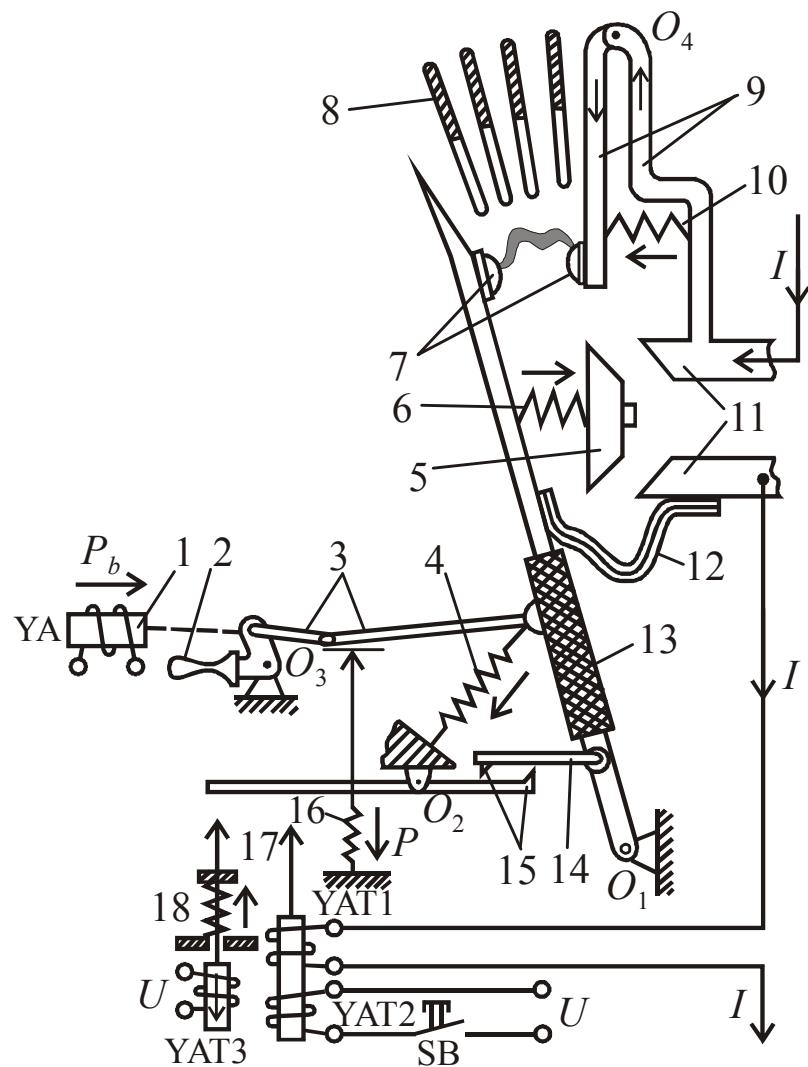
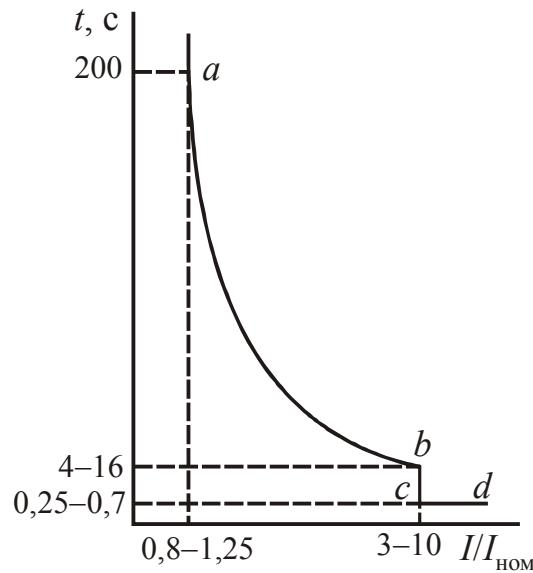
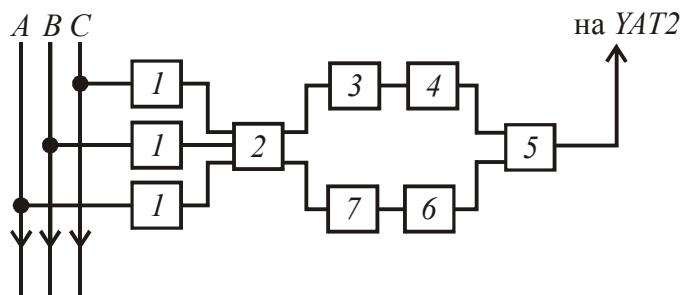

Рис. 1.1. Принципиальная схема автоматического выключателя:
Рис. 1.2. Пример защитной характеристики автоматического выключателя
Рис. 1.3. Структурная схема полупроводникового расцепителя
Принципиальная схема автоматического выключателя приведена на рис. 1.1.
На рис. 1.1 выключатель показан в отключенном положении. Для его включения врачают рукоятку 2 или подают напряжение на *электромагнитный привод 1 (YA)*. Возникающее усилие перемещает рычаги 3 вправо, при этом поворачивается несущая деталь 13, замыкаются сначала дугогасительные контакты 7 и создается цепь тока через эти контакты и гибкую связь 12, а затем главные контакты 5, 11. После завершения операции выключатель удерживается во включенном положении защелкой 14 с зубцами 15 и пружиной 16.
Защитная характеристика автоматического выключателя приведена на рис. 1.2. Максимальные расцепители имеют обратнозависимую от тока выдержку времени при перегрузках (участок *ab*) и независимую выдержку времени при токах КЗ (*cd*). Уставка по току регулируется в
В выключателях применяются и полупроводниковые расцепители. Они обеспечивают более высокую точность срабатывания по току и времени. Структурная схема такого расцепителя показана на рис. 1.3. Блок 1 измеряет ток защищаемой сети. В сети переменного тока в качестве блоков 1 применяют трансформаторы тока, а в сети постоянного тока – магнитные усилители. Блок 2 анализирует сигнал от блока 1. Если этот сигнал соответствует току перегрузки, то из блока 2 поступает сигнал в блок 3, который запускает полупроводниковое реле 4, создающее зависимую от тока выдержку времени (участок *ab* характеристики по рис. 1.2).
При токе КЗ сигнал с блока 2 достаточен для запуска блока 7, который является токовой отсечкой. Блок 6 создает выдержку времени в независимой части характеристики (участок *cd* на рис. 1.2). Блок 5 усиливает сигналы от блоков 4 и 6 и подает импульс на отключающую катушку автоматического выключателя *YAT2* (см. рис. 1.1).